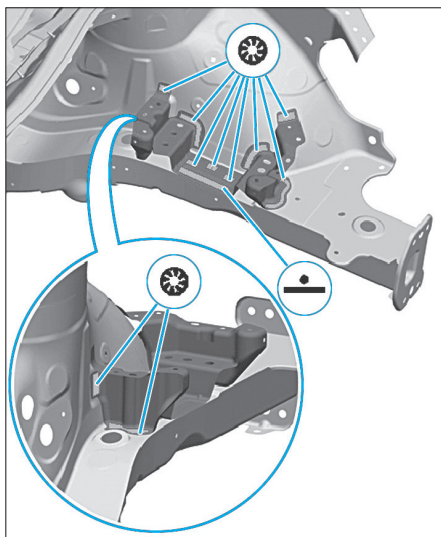

FIG. 9
- Percer des trous pour le soudage par bouchonnage (Fig.9).